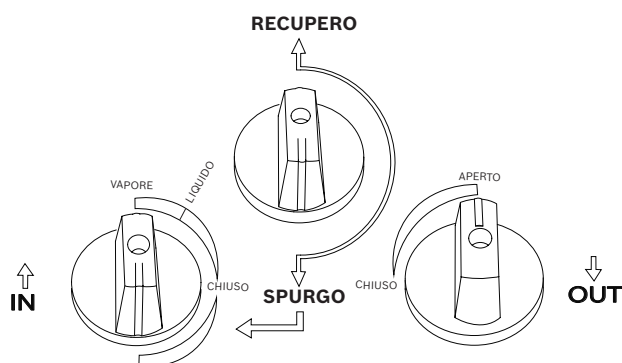

Fig. 5: Posizioni delle valvole per lo spurgo del refrigerante residuo
4. Ruotare la manopola di recupero/spurgo (nera) della RG4.0 in posizione di **SPURGO** (rivolta verso il basso) come mostrato in Fig. 5.
5. Avviare la RG4.0 e ruotare lentamente la valvola di controllo di ingresso (blu) della RG4.0 in posizione **SPURGO** come mostrato in Fig. 5.